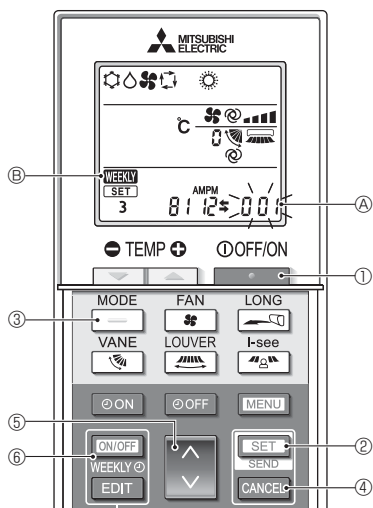

Fig. 4-12
#### 4.12.8. Désactivation du mode AUTO (Fig. 4-12)
- Appuyez sur la touche **STOP** ① pour arrêter le climatiseur.
- Si la minuterie hebdomadaire est activée, appuyez sur la touche **ON/OFF WEEKLY** ⑥ pour la désactiver. (**WEEKLY** ⑥ disparaît.)
- Appuyez sur la touche **SET** ③ pendant 5 secondes.
- L'appareil passe en mode de réglage des fonctions. (Le numéro de réglage du modèle (A) clignote.)
- Appuyez sur la touche **DOWN** ④.
- Achèvement des réglages (Fig. 4-12)